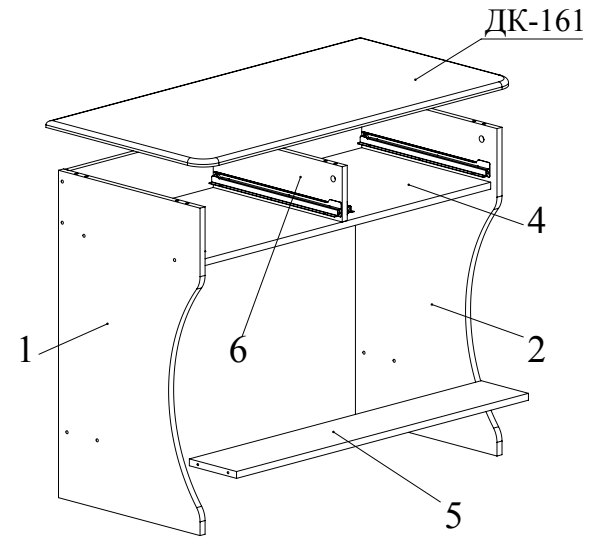

Рис.6
7. При помощи конфирматов 7x50 скрепить полку 5 с боковинами 1 и 2 (Рис. 6).
8. Установить столешницу на боковины 1, 2 и стоевую 6 и зафиксировать, повернув конфирматным ключом головки минификсов по часовой стрелке до упора (Рис. 6).